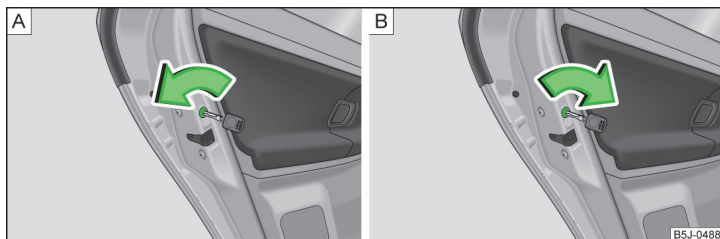

Fig. 27 Conectar el seguro para niños: para vehículos sin o con cierre centralizado
- En los vehículos sin cierre centralizado, gire la ranura del seguro de la puerta izquierda en sentido antihorario » fig. 27 - [A], y la de la puerta derecha en sentido horario.
- En los vehículos con cierre centralizado, gire la ranura del seguro de la puerta izquierda en sentido horario y la de la puerta derecha en sentido antihorario » fig. 27 - [B].